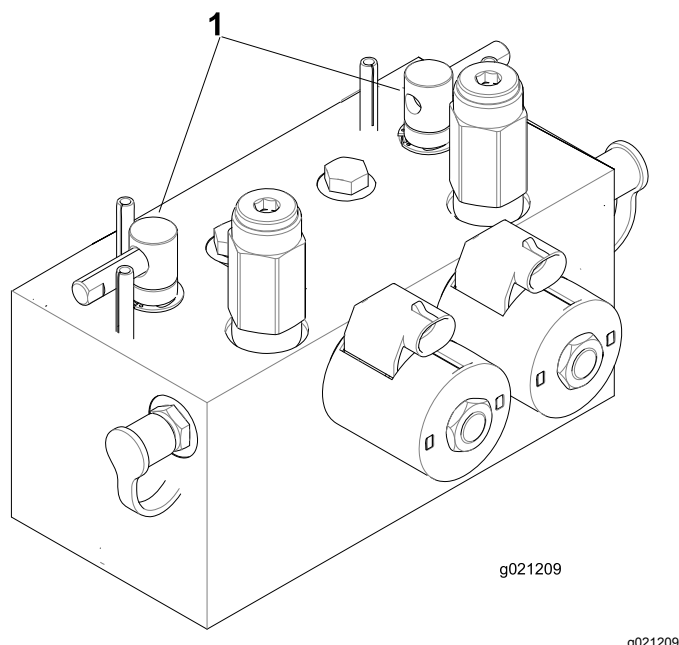

Figure 107
2. Déverrouillez le capot et soulevez-le pour exposer les leviers de rodage (Figure 107).
5. Sélectionnez les leviers de rodage avant, arrière ou les deux pour déterminer les unités qui doivent être rodées (Figure 107).